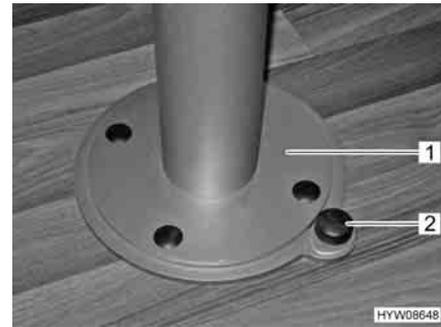

Fig. 65 Piede del tavolo, sbloccaggio del dispositivo di rotazione
- Spingere verso il basso il bottone (Fig. 65,2) del bloccaggio.
- Ruotare il piede del tavolo con il piano del tavolo (Fig. 65,1) nella posizione desiderata.